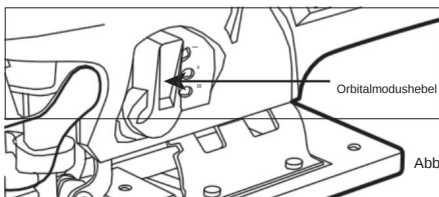

Abbildung 2
(16). Siehe Abbildung 2 unten.